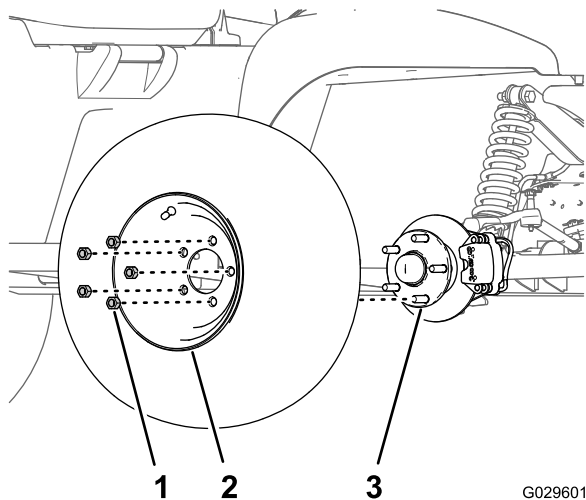

Рисунок 28
2. Отверните 5 зажимных гаек, которые крепят каждое колесо к ступице (Рисунок 28).
4. Совместите отверстия в колесе со шпильками в ступице и установите колесо на ступицу так, чтобы вентиль шины был направлен наружу (Рисунок 28).
5. Закрепите колесо на ступице гайками колеса (Рисунок 28), затяните гайки с моментом 108-122 Н·м.